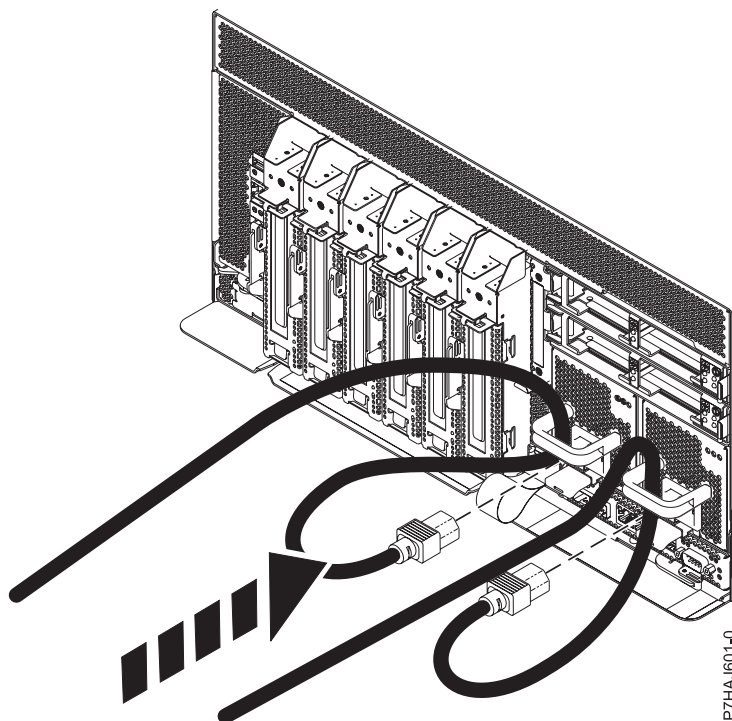

Figure 34. Connexion des cordons d'alimentation
2. Reconnectez le cordon d'alimentation à l'unité centrale comme illustré à la figure 34, à la page 55. Vérifiez que les cordons d'alimentation passent par les poignées.